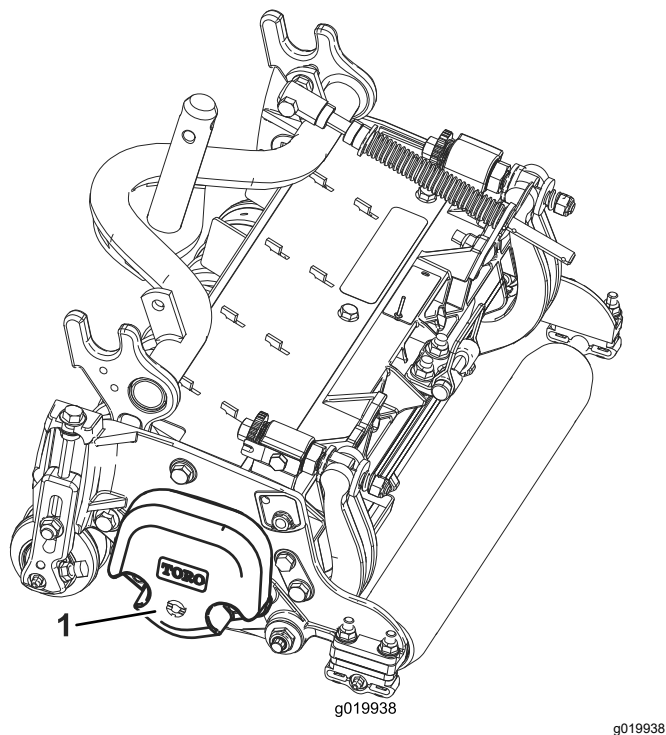

図 3
5. カウンタウェイト **図 3** を、決められた側に取り付けるカッティングユニットのオペレーターズマニュアルを参照。